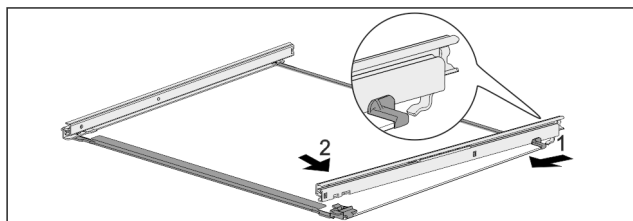

Fig. 123 Glasplaat met rails
- Rail achter vastmaken. Fig. 123 (1)
- Rail voor vastmaken. Fig. 123 (2)